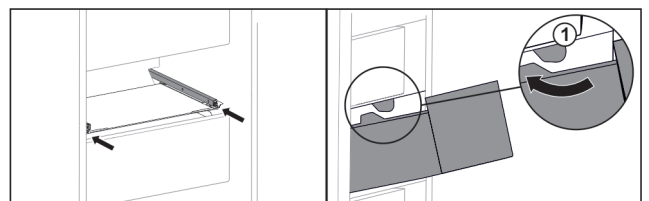

Fig. 37
- ▶ Schubfach um die Stopper Fig. 37 (1) herumführen.*